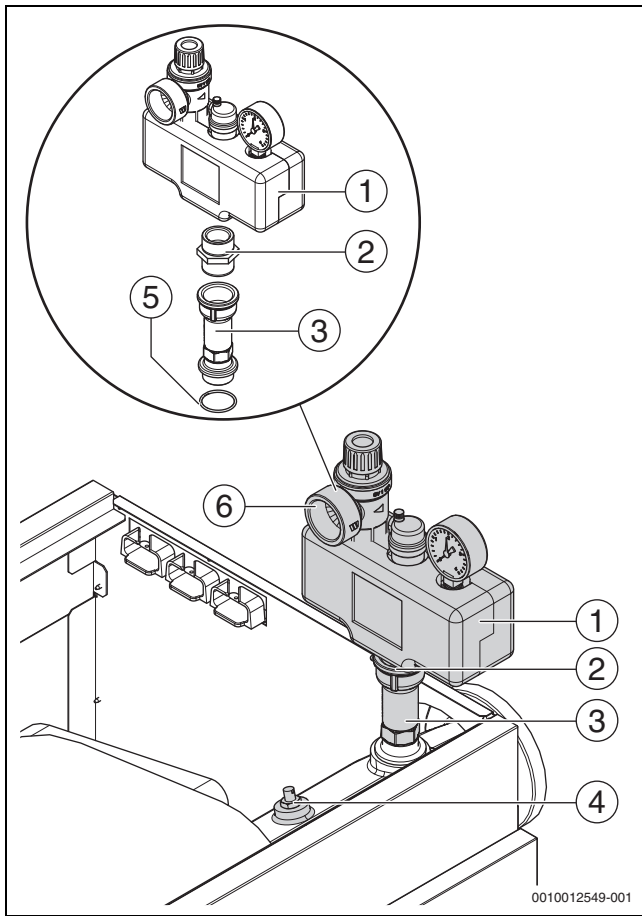

Bild 17 Sicherheits-Set 3 bar (Dargestellt: Kesselaufbau rechts)
- ▶ Sicherheitsventil am Gewindeanschluss des Kesselvorlaufs mit geeignetem Dichtmittel beziehungsweise den mitgelieferten Dichtungen eindichten (→Bild 17).